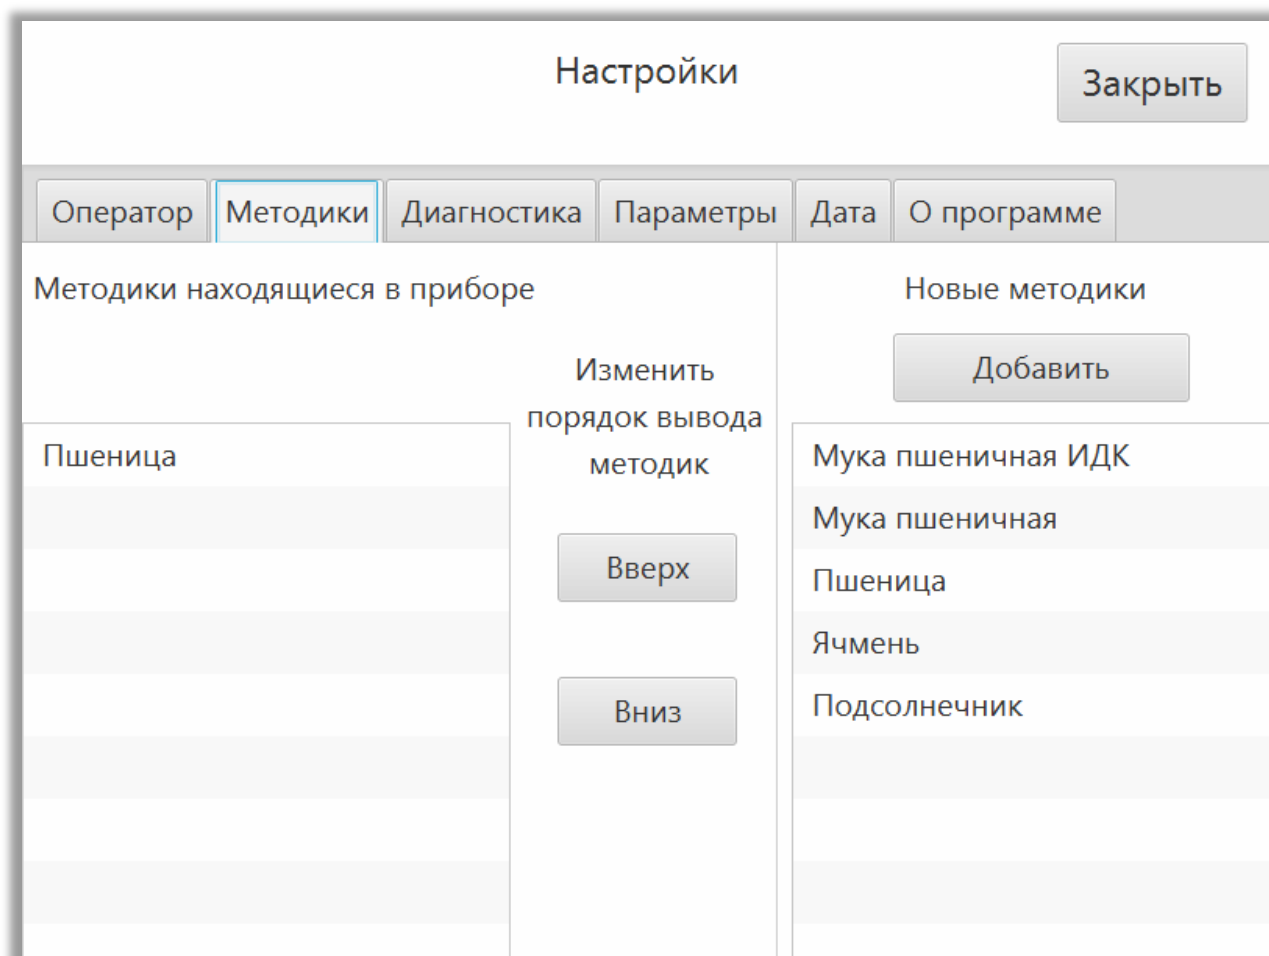

Рисунок 3.4 - Добавление или обновление методик
- открыть закладку «Методики» (рисунок 3.4).